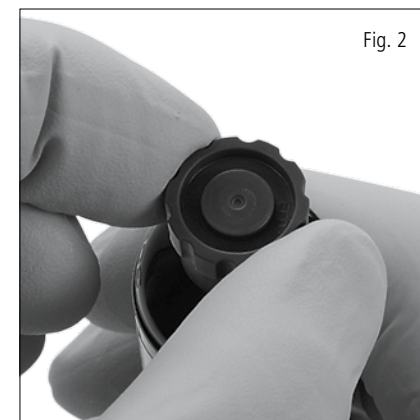

Fig. 2
- Remover capa protectora azul pequeña del cartucho Orthocryl® LC girándola en sentido antihorario (Fig. 2).